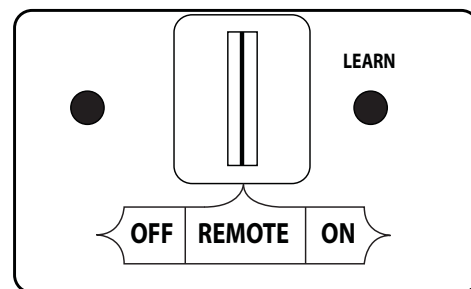

Fig. 30-1 Détail récepteur de télécommande (REMOTE)
1. Repérez l'interrupteur à 3 positions sur le récepteur de télécommande (voir Fig. 30-1), Et faites glisser le commutateur sur la position **REMOTE** (éloigné).